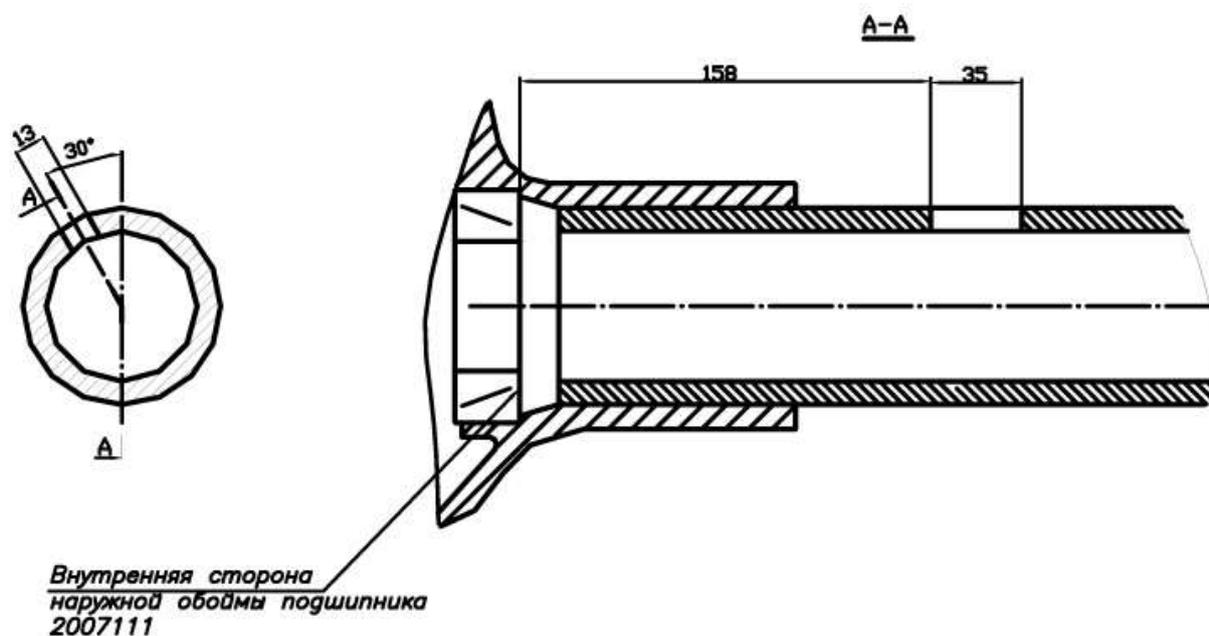

Рис. 2.
- 3.1. В соответствии с рис. 2 сделайте паз для установки вилки включения блокировки дифференциала.
Рис. 2а.